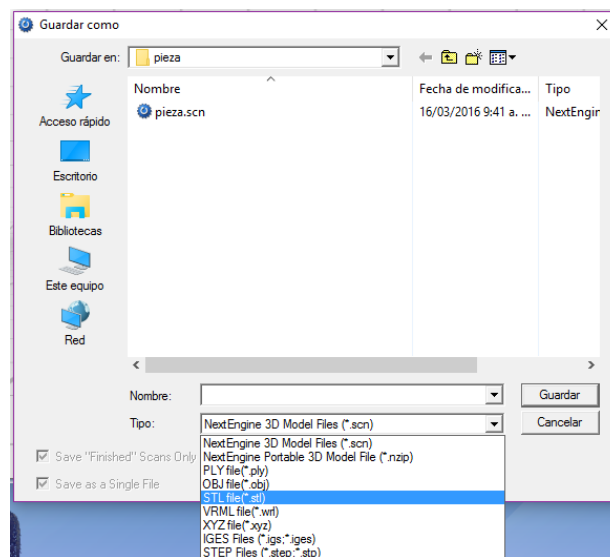

Figura 54. Guardando la digitalización con la extensión .STL.
19. A continuación aparece una ventana en donde se busca la ubicación del archivo, coloque el nombre y guarde con la extensión .STL file (*.stl) como se muestra en la Figura 54, esto se hace para poderla abrir en el software de la impresora 3D.